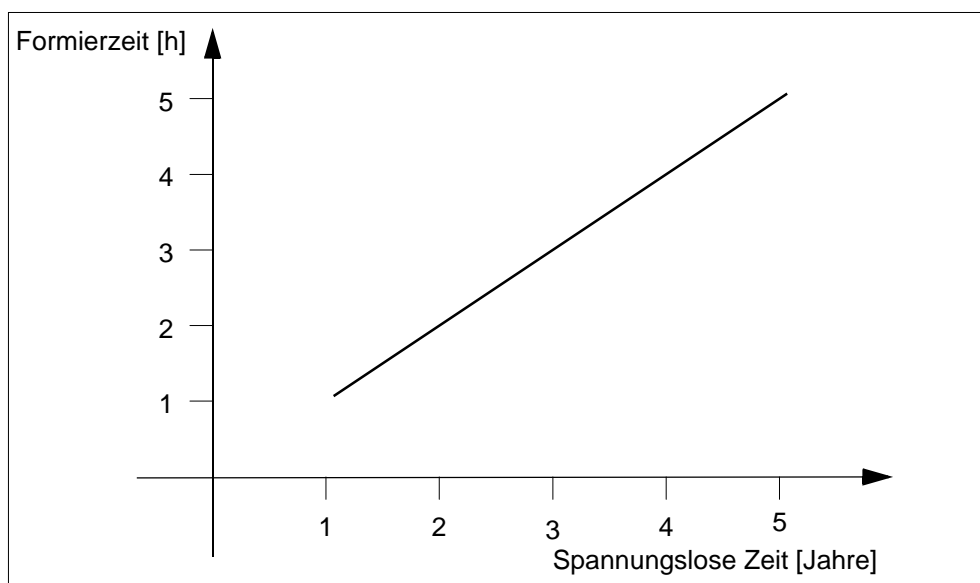

Fig. 17: Formierzeit in Abhängigkeit von der spannungslosen Zeit
- Formierzeit entsprechend der spannungslosen Zeit abwarten (►► Fig. 17).